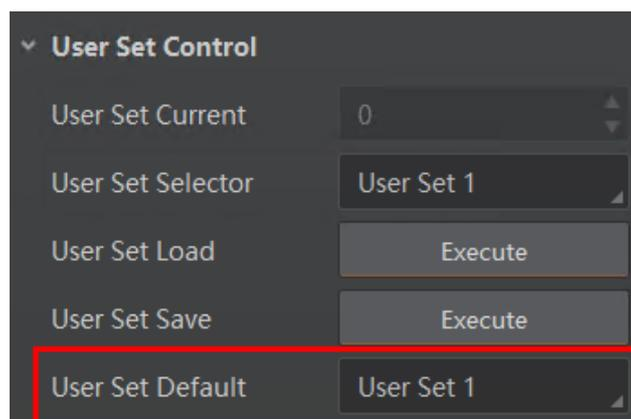

图9-4 设置默认启动参数
- 设置默认启动参数：通过 *User Set Default* 参数下拉选择相机上电时默认启动的参数，如图 9-4 所示。